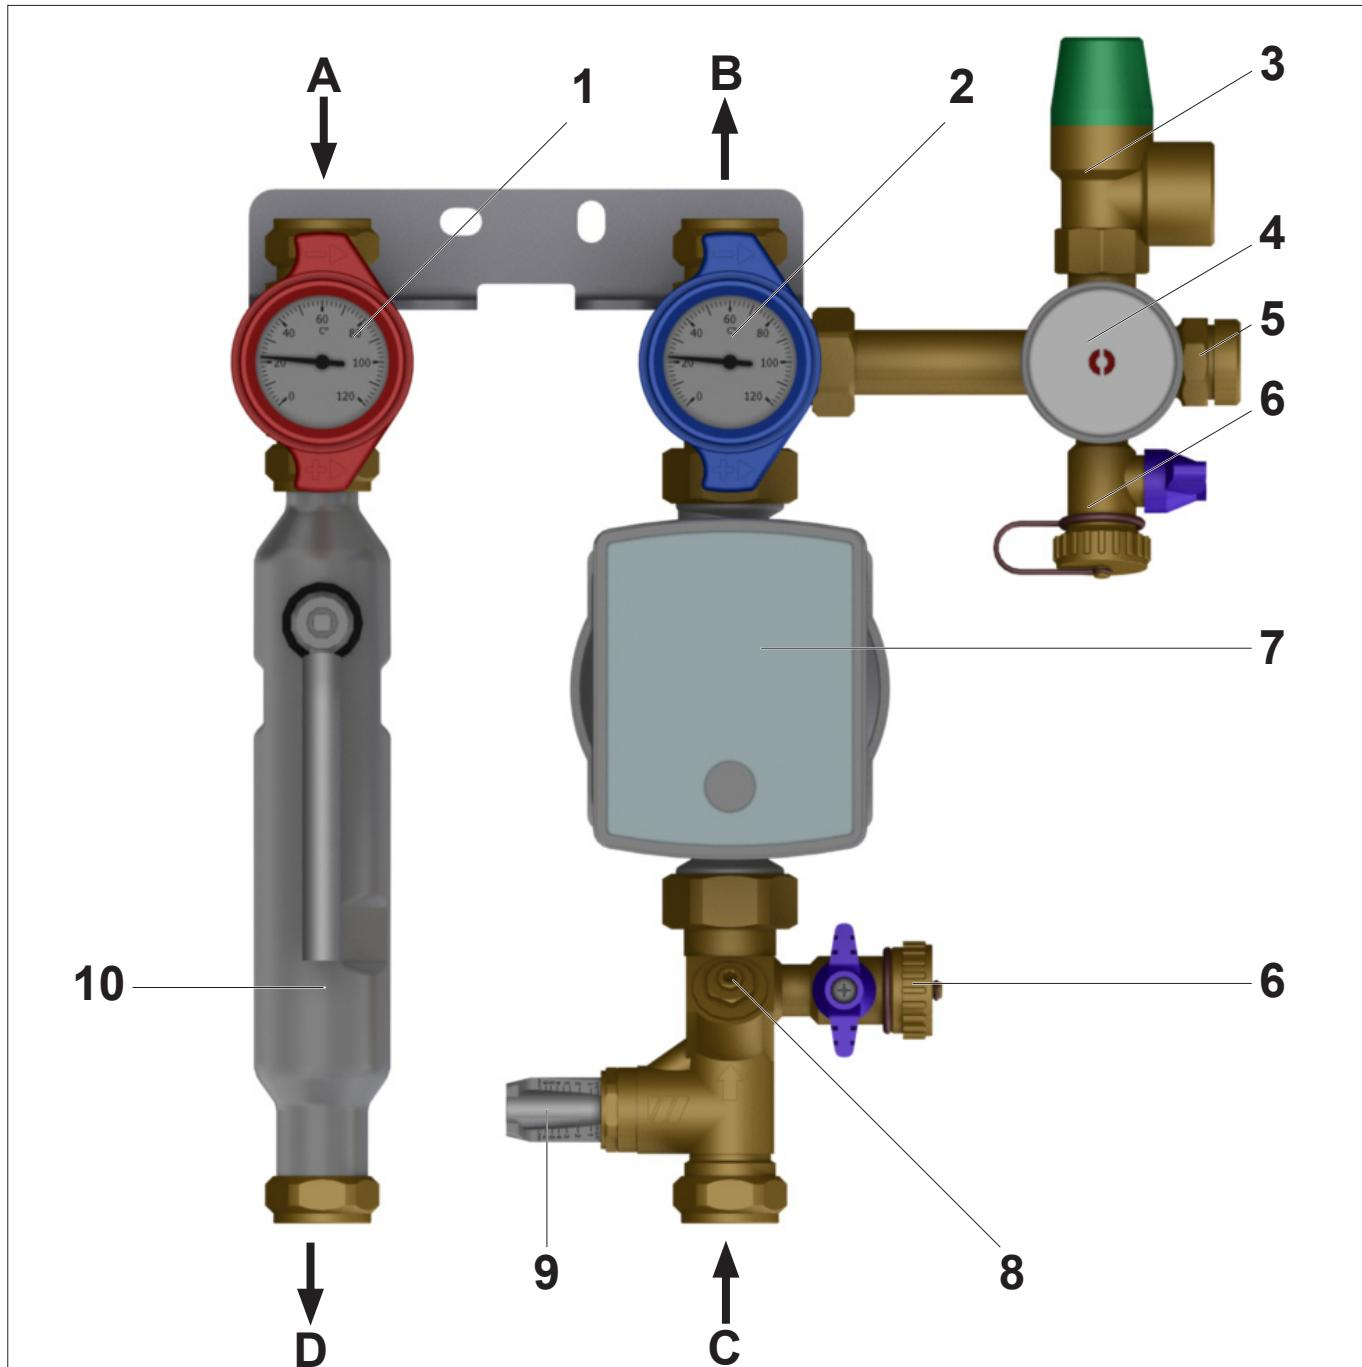

Fig. 3: Vista de los componentes (ilustración ref. al mod. 8130 con tubo de ventilación y WattFlow)
- Conectar los tubos de entrada y retorno del circuito solar (pos. A+B, vea Fig. 3 en página 8) y del circuito de acumulación (pos. C+D, vea Fig. 3 en página 8).